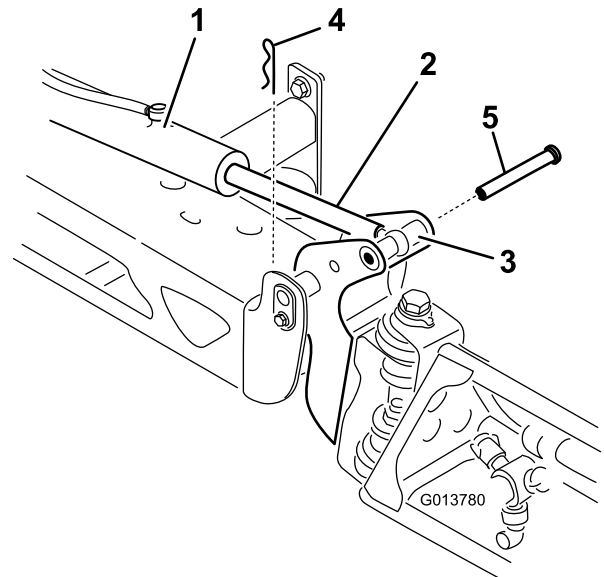

Figure 13
2. Retirez la goupille fendue de l'axe de pivotement (Figure 13).
3. Élevez la rampe et retirez l'axe (Figure 13), puis abaissez lentement la rampe au sol.
8. Élevez la rampe pour aligner le pivot sur la tige de vérin. Tout en maintenant la rampe, insérez l'axe dans le pivot de rampe et la tige de vérin (Figure 13).